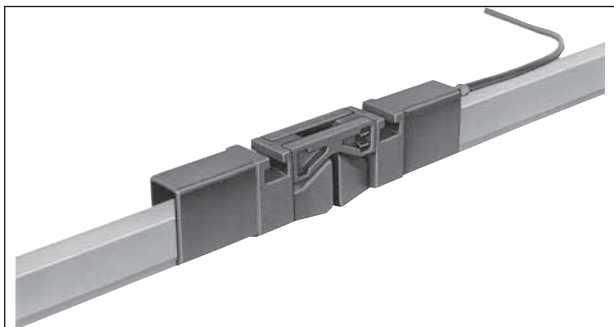

Bild 11: Lufttrennstelle
9.2. Luft-Trennstellen (Bild 11)